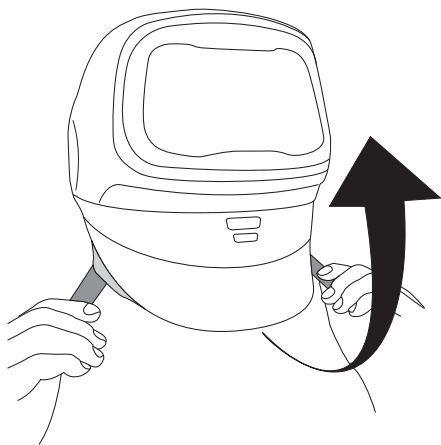

Fig. 7a
- Pour le relever, tirer et soulever les languettes situées de chaque côté de la membrane d'étanchéité faciale. Pour l'abaisser, baisser les languettes et s'assurer que la membrane d'étanchéité faciale est bien placée sous le menton. S'assurer que l'écran interne est complètement abaissé et qu'il couvre le visage. Le masque de soudeur doit être de niveau sur la tête et la membrane d'étanchéité faciale légèrement serrée sur le visage (Fig. 7a).